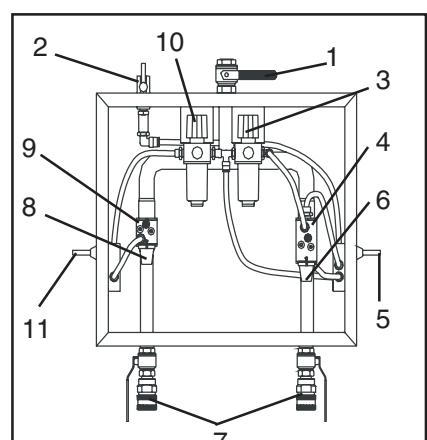

Fig. 9
**S3000 DF, S3000 DFU, S3100 DF, S3100 DFU** (fig. 9, sans User Pack\*).